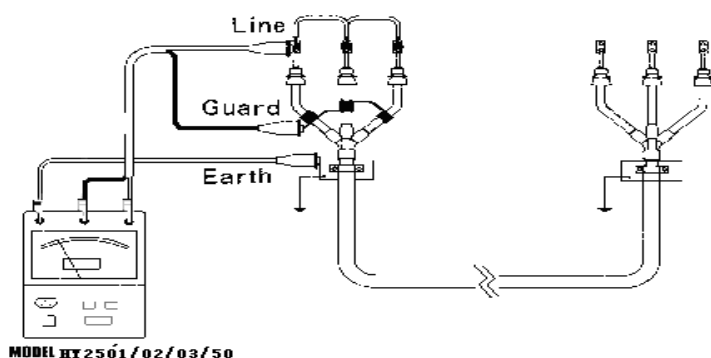

图 3：电缆测试接线示例图
- 4、将带屏蔽高压测试线一端（红色）插入（1）LINE端，另一端（红色）接于被试设备的高压导体上，将带屏蔽高压测试线屏蔽端（黑色）插入（2）GROUND端，另一端接于被试设备的高压护环上，以消除表面泄漏电流的影响（详见“屏蔽端的使用方法”相关内容）。将另外一根黑色测试线插入地端（EARTH）（3）端，另一头接于被试设备的外壳或地上。以电缆测试为例接法如图 3 所示。